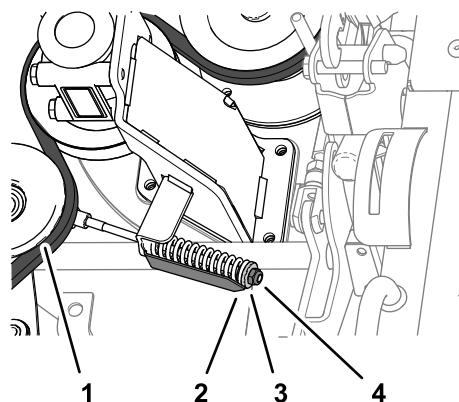

Figura 133
4. Slăbii contra piulia fuliei de tensionare a curelei până când putei glisa cureaua de pe fulia de tensionare a curelei (Figura 133).
2. Strângei contrapiulia până când săgeata indicatorului de tensionare se aliniază cu suprafaa exterioară a aibei (Figura 133).